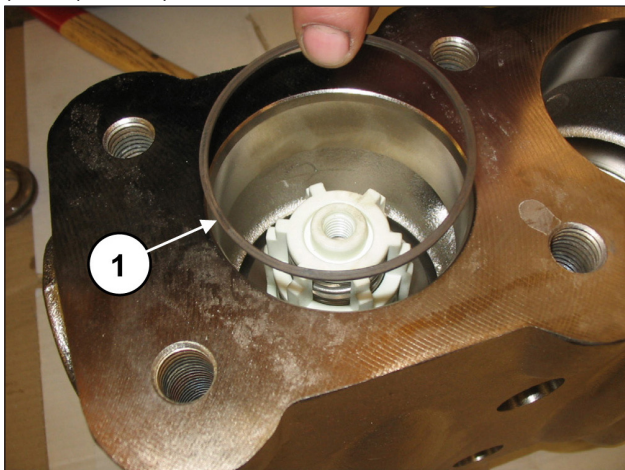

Abb. 99
Setzen Sie den Stützring ein, Pos. 16 Explosionszeichnung (Pos. ①, Abb. 99).